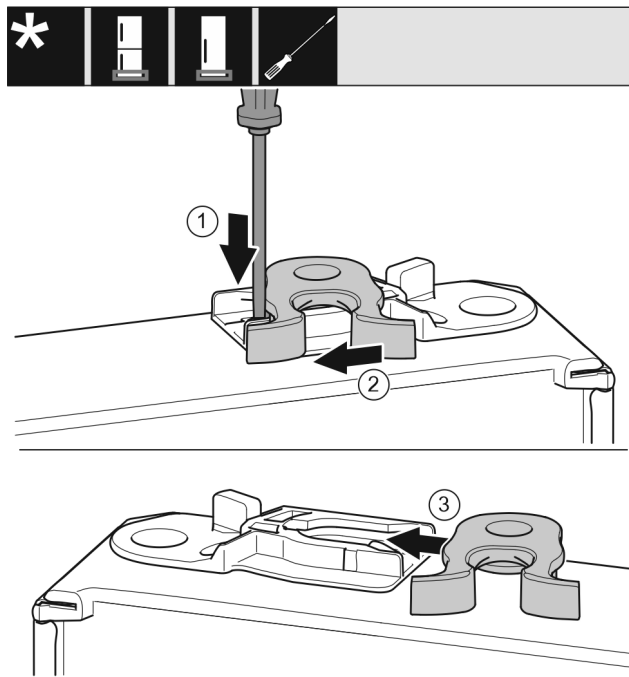

Fig. 18
- ▶ Nakładkę wcisnąć w dół przy pomocy śrubokręta. Fig. 18 (1)
- ▶ Hak zamykający wyjąć z prowadnicy. Fig. 18 (2)
- ▶ Hak zamykający wsunąć w prowadnicę znajdującą się z drugiej strony. Fig. 18 (3)